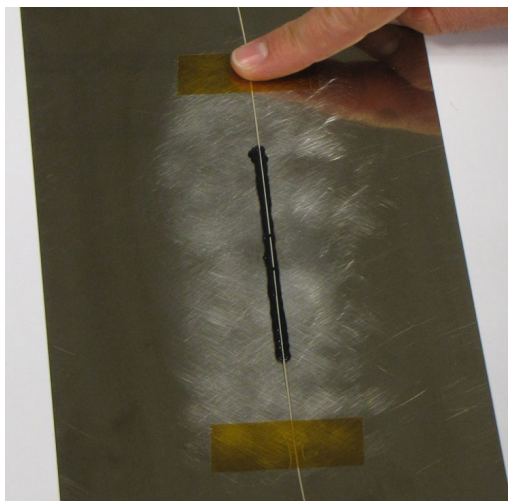

図2.10 光学センサ埋め込まれたファイバFS70PKFを固定
- ▶ 接着テープ（推奨ポリミドテープ1-KLEBEBAND）を使用して、接着領域の両側でファイバを固定します（図2.10）。